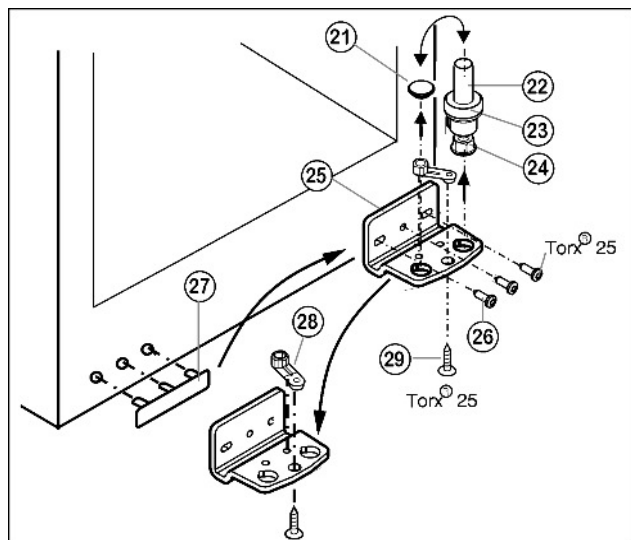

Fig. 5
- ▶ Retirer le pivot Fig. 5 (22) complètement avec le disque Fig. 5 (23) et le pied réglable Fig. 5 (24) par le haut.
- ▶ Enlever le bouchon Fig. 5 (21).
- ▶ Dévisser Fig. 5 (25) le support d'appui Fig. 5 (26).
- ▶ Dévisser l'élément pivotant Fig. 5 (28) et le permuter dans le trou opposé du support d'appui.
- ▶ Soulever le cache côté poignée Fig. 5 (27) avec précaution et le positionner sur le côté opposé.
- ▶ Revisser à fond le support d'appui Fig. 5 (25) sur le nouveau côté charnière en utilisant une visseuse sans fil si nécessaire, avec un couple de serrage de 4 Nm.
- ▶ Réinsérer le bouchon Fig. 5 (21) dans l'autre trou.
- ▶ Replacer complètement le pivot Fig. 5 (22) avec le disque et le pied réglable. Faire attention à ce que les ergots d'encliquetage soient tournés vers l'arrière.
- ▶ Enlever le bouchon (33) du coussinet de la porte et le mettre de l'autre côté.
- ▶ Démontez la poignée de porte (32), le bouchon (33) et les plaques d'appui (34) puis les repositionner sur le côté opposé.
- ▶ Placer la porte par le haut sur le pivot inférieur Fig. 5 (22).
- ▶ Placer le support d'appui supérieur (12) sur le nouveau côté charnière de porte.
- ▶ Visser le support d'appui supérieur (12) à fond (avec 4 Nm) (2 Torx® 25) (13). Pointer les trous de vissage ou utiliser une visseuse sans fil.
- ▶ Faire encliqueter le cache (10) et le cache (11) du côté opposé.
- ▶ Aligner éventuellement la porte par rapport aux deux trous oblongs du support d'appui inférieur Fig. 5 (25) pour qu'elle affleure avec l'habillage de l'appareil. Pour cela, dévisser la vis centrale.